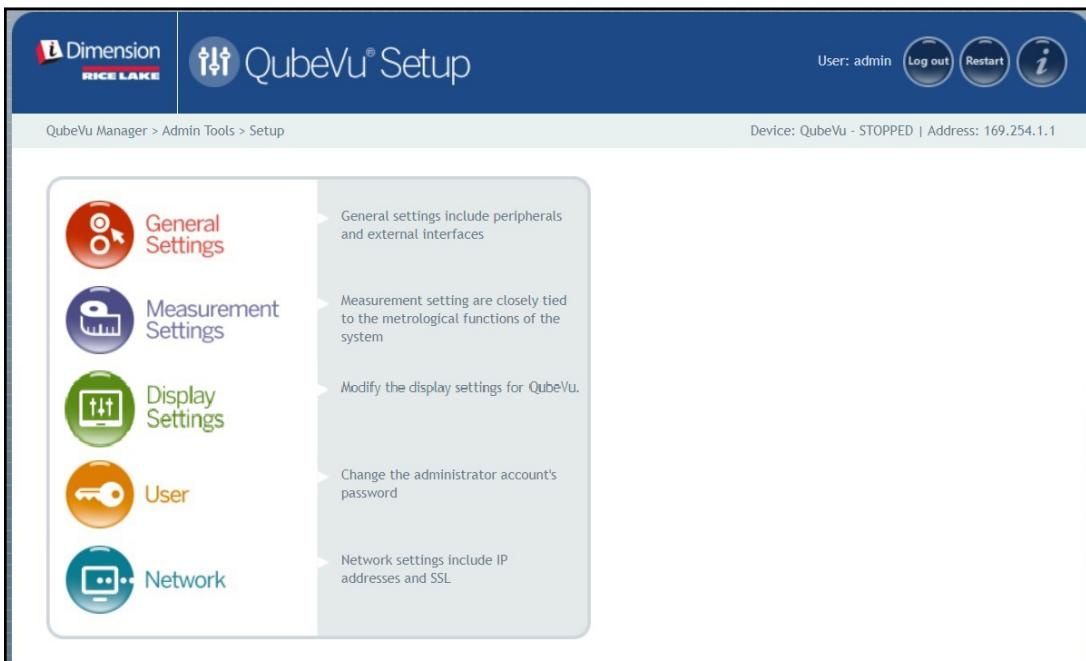

Abbildung 5-1. Menü „Setup“ (Einrichtung)
- Wählen Sie  **General Settings** im Menü **Setup (Einrichtung)** aus (Abbildung 5-1 auf Seite 24). Das Menü **General Settings (Allgemeine Einstellungen)** wird angezeigt.
- Wählen Sie  **Measurement Settings** im Menü **Setup (Einrichtung)** aus (Abbildung 5-1 auf Seite 24). Das Menü **Measurement Settings (Messeinstellungen)** wird angezeigt.